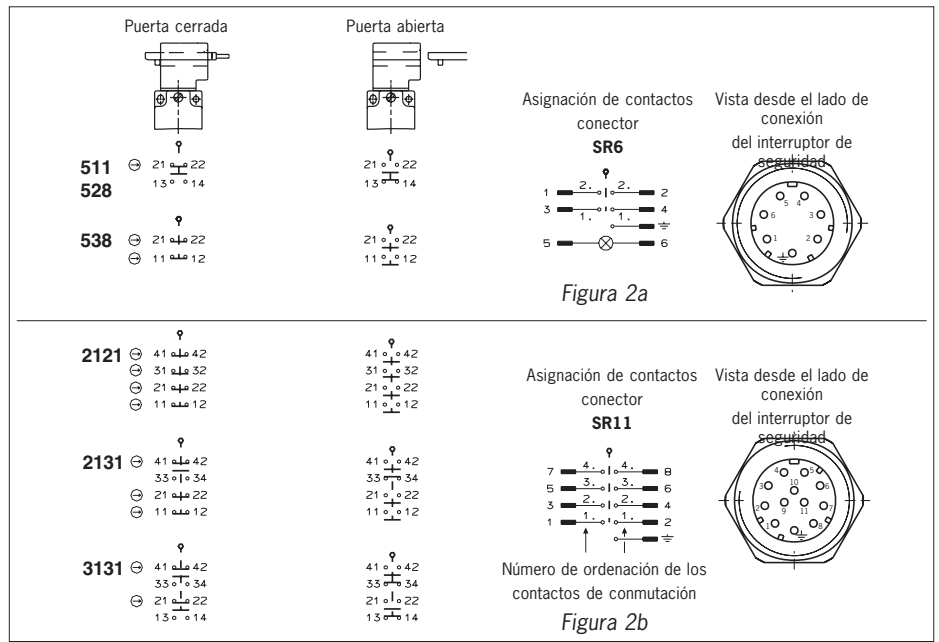

Figura 2: elementos interruptores con funciones de conmutación y asignación de contactos
- ▶ Consulte la asignación de contactos en la figura 2.